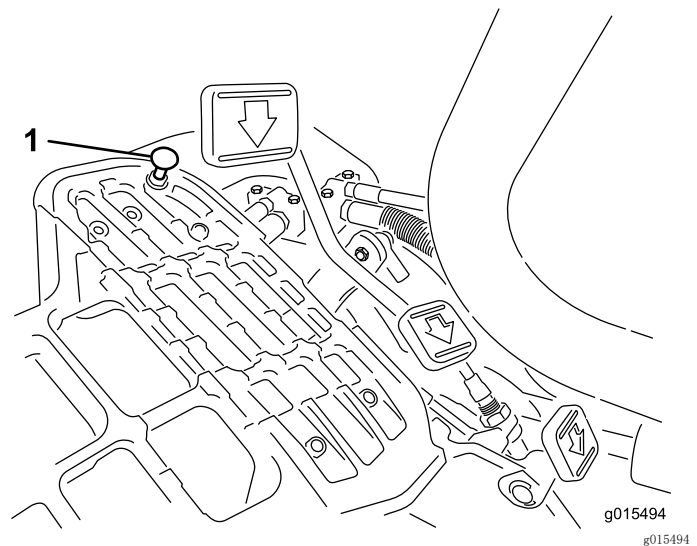

图35
要获得最大行驶速度，请将功能控制杆放在行驶位置，并踩下驱动踏板。如果在拉线感到张紧力之前，踏板接触到限位器（图35），请执行以下调节程序：
1. 将功能控制杆放在行驶位置，松开将踏板限位器固定至底板上的锁紧螺母（图35）。